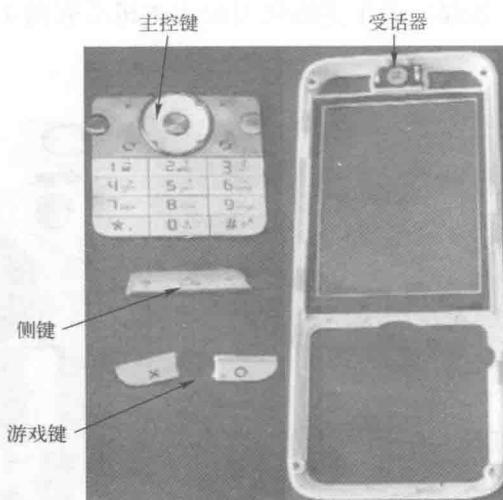

图 1-3 取出前壳上的附属部件
(2) 取出主机前壳后，即可依次取出主控键、侧键、游戏键、受话器，如图 1-3 所示。